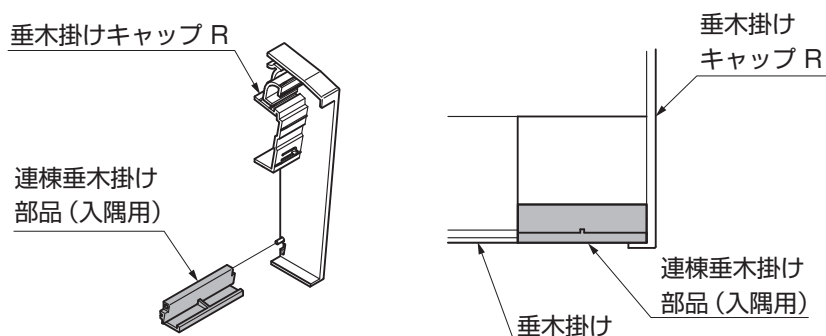

図15-1 サイドスルータイプの場合
①サイドスルータイプの場合、連棟垂木掛け部品を垂木掛けキャップに取付けてください。(図15-1参照)